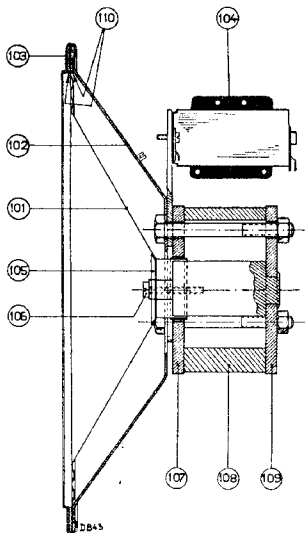

Fig. 5
2. Zorg dat voor- en achterplaat (fig. 5 pos. 107 en pos. 109) in geen geval van de magneet getrokken worden; hierdoor zou deze (evenals bij reparatie op een ijzeren plaat) verzwakken,